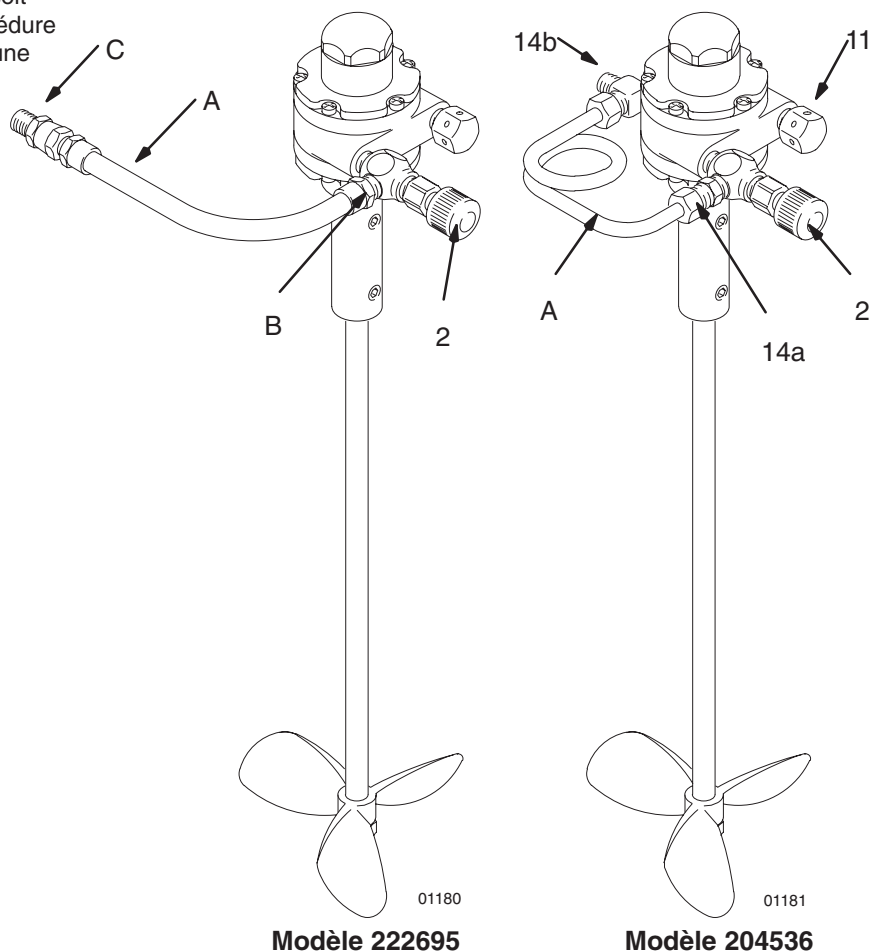

Fig. 2
1. Retirer l'écrou (5), la rondelle (4), l'hélice (10) et la broche (6) de l'arbre (12 ou 13). Voir la **Vue éclatée**, page 8.
3. Mettre le moteur en place de manière à pouvoir fixer la conduite d'air (A) facilement et à ne pas obstruer les autres éléments du système. Voir Fig. 2.
5. Remonter la broche (7), l'hélice (12), la rondelle (5) et l'écrou (6) sur l'arbre de l'agitateur (11). Voir la **Vue éclatée**.
Visser le raccord droit (14a) sur l'entrée 1/8 npt de la vanne à pointeau (2). Voir Fig. 2. Visser le raccord équerre (14b) sur la sortie 1/8 npt du distributeur d'air.
Visser l'accouplement de flexible (B) sur l'entrée 1/8 npt de la vanne d'air (2). Voir Fig. 2. Visser l'embout du raccord tournant (C) sur la sortie d'air 1/8 npt du distributeur.
Brancher la conduite d'air entre l'entrée 1/8 npt de la vanne à pointeau (2) et la sortie 1/8 npt du distributeur d'air. Voir Fig. 2.